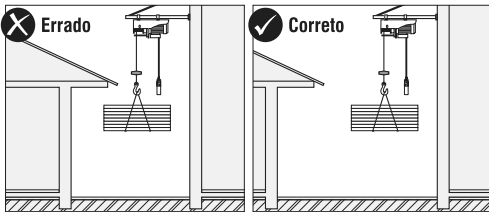

Fig. 5 – El área de desplazamiento del winche debe estar desobstruida
b. En el movimiento y transporte de estructuras, placas y otros pre-moldados, así como cargas en general, deben ser tomadas todas las medidas preventivas que garanticen su estabilidad. Observar también que en el curso vertical no puede haber interferencias que vengan a obstruir su libre desplazamiento, Fig. 5;